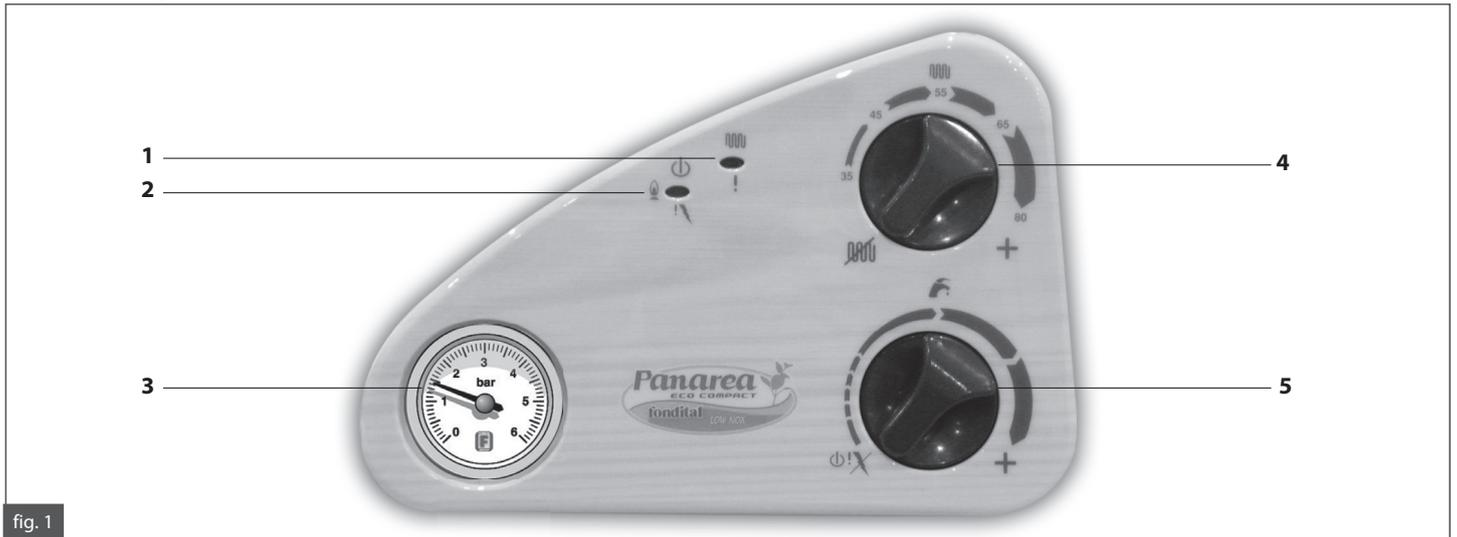

fig. 1
- alimentar eléctricamente la caldera (el LED 2 de la fig. 1 se enciende en verde);
- elegir el modo de funcionamiento de la caldera por medio del selector 4 (fig. 1);
- programar el valor de temperatura deseado para la instalación de calefacción por medio del regulador 4 (fig. 1);
- programar el valor de temperatura deseado para el agua sanitaria por medio del regulador 5 (fig. 1);
Después de una prolongada inactividad de la caldera, especialmente para las calderas que funcionan con GLP, puede encontrar dificultad en su encendido. Por lo tanto, antes de encender la caldera, encender otro aparato de gas (por ejemplo un hornillo). A pesar de ello la caldera podría bloquearse una o dos veces. Restablecer entonces el funcionamiento de la misma poniendo el selector 5 (fig. 1) en la posición de desbloqueo ~~X~~ durante algunos segundos.
- verificada la presencia de combustible desbloquear el quemador poniendo el selector 5 (fig. 1) en posición de desbloqueo **X**: si el aparato no arranca y se bloquea de nuevo, después de dos tentativas acudir a un Centro de Asistencia Autorizado o a personal cualificado para una intervención de mantenimiento. Si el quemador se bloquea a menudo, señal de anomalía frecuente en el funcionamiento, acudir a un Centro de Asistencia Autorizado o a personal cualificado para una intervención de mantenimiento.
En caso de bloqueo por intervención del presostato de agua el LED 1 (fig. 1) se enciende en color amarillo de modo intermitente.
- girar la manilla de la llave de llenado en sentido antihorario para permitir la entrada de agua en la caldera y mantenerla abierta hasta que el manómetro 3 (fig. 1) indique que se ha alcanzado una presión de 1-1,3 bar; en este punto cerrar la llave girando la manilla en sentido horario.
En caso de bloqueo de la caldera a causa de una anomalía en los conductos de aspiración y/o evacuación de humos el LED 1 (fig. 1) se enciende en color amarillo. En este caso acudir a un Centro de Asistencia Autorizado o a personal cualificado para una intervención de mantenimiento.
En caso de bloqueo del quemador por mal funcionamiento de las sondas de temperatura el LED 1 (fig. 1) se enciende de la manera siguiente: